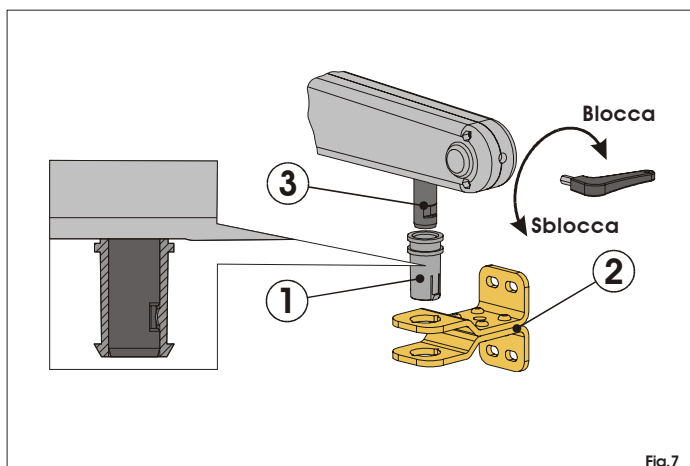

Fig.7
- Verificare che il perno (Fig. 7 Rif. 3) sia a battuta nella parte anteriore dell'operatore; in caso contrario ruotare la chiave di sblocco, inserita nell'apposita sede (Fig. 7), in senso orario fino al termine della sua corsa.
- Ruotare la chiave di sblocco in senso antiorario per 6-7 giri, come indicato in Fig. 7.
Inserire la boccola (Fig. 7 Rif. 1) nell'attacco anteriore (Fig. 7 Rif. 2). Il fermo meccanico sulla boccola dovrà coincidere con la scanalatura del perno dell'operatore. Innestare il perno (Fig. 7 Rif. 3) nella boccola.